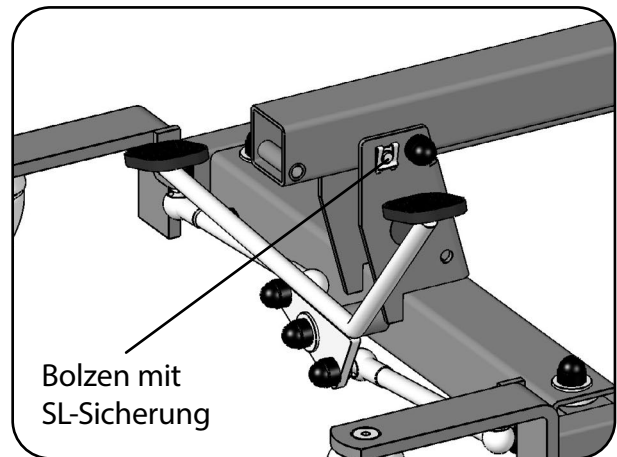

Abb. 6.2.1.02 – Standmastaufnahme
5. Richten Sie den Standmast auf (Abb. 6.2.1.03) und bringen Sie die Bohrung des Standmastes mit der unteren Bohrung der Standmastaufnahme deckungsgleich übereinander. Dann sichern Sie den Standmast wieder mit dem Bolzen (Abb. 6.2.1.04).